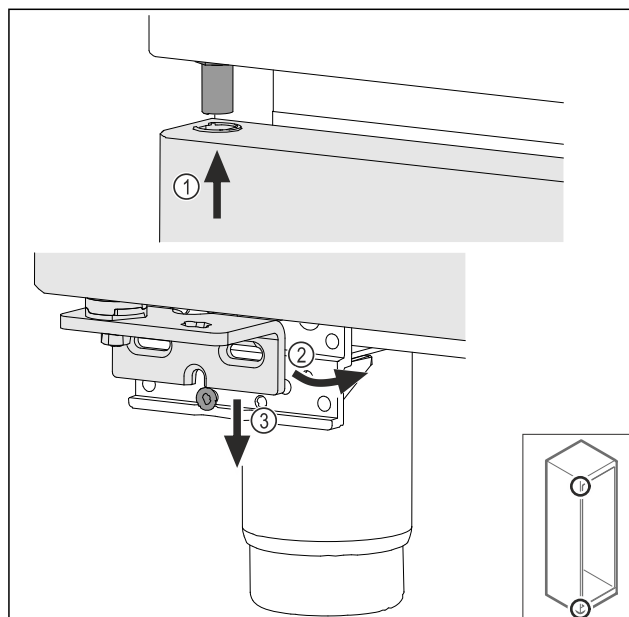

Fig. 74
- Før døren oppe inn lett vippet Fig. 74 (1), rett ut døren Fig. 74 (2) og sett den på lagerbukkskruen Fig. 74 (3) nede.